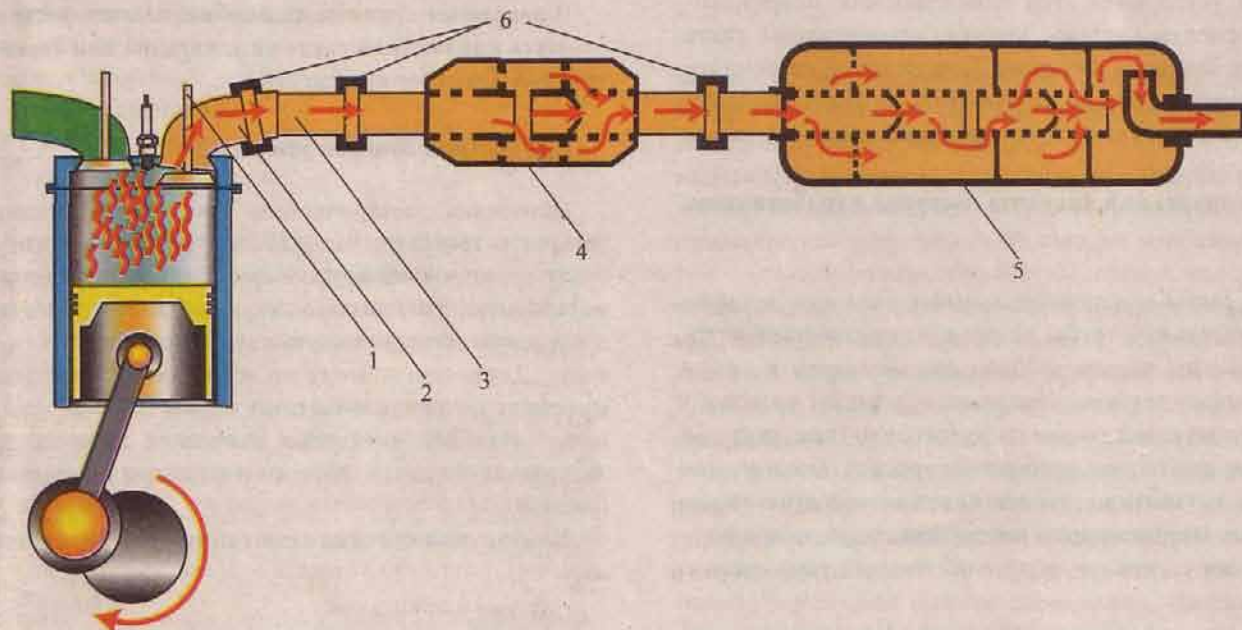

Рис. 18 Схема системы выпуска отработавших газов
**Система выпуска отработавших газов** (рис. 18) состоит из:
Путь отработавших газов понятен из схемы (рис.18). Трубы – они и есть трубы, а в дополнительном и основном глушителях, как раз и происходит «обработка» выхлопных газов перед выпуском их в атмосферу. Внутри глушителей имеются многочисленные отверстия и расположенные в шахматном порядке камеры. При прохождении газов по такому лабиринту, они теряют свою скорость и как следствие этого – уменьшается их шумность. Ну а дальше, «успокоенные» газы выходят и растворяются в воздухе, которым мы с вами, кстати, дышим.